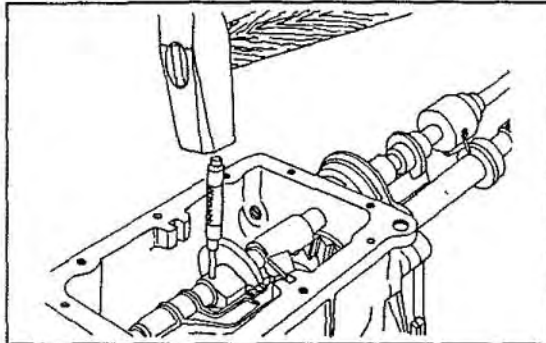

Bild 141
- Schaltstange nach hinten in den Rückwärtsgang ziehen und mit einem passenden Dorn den Sicherungsstift des Schalthebelansatzes heraus schlagen. Bild 141 zeigt wie die Schaltstange stehen muss, um die Verbindung zu lösen.